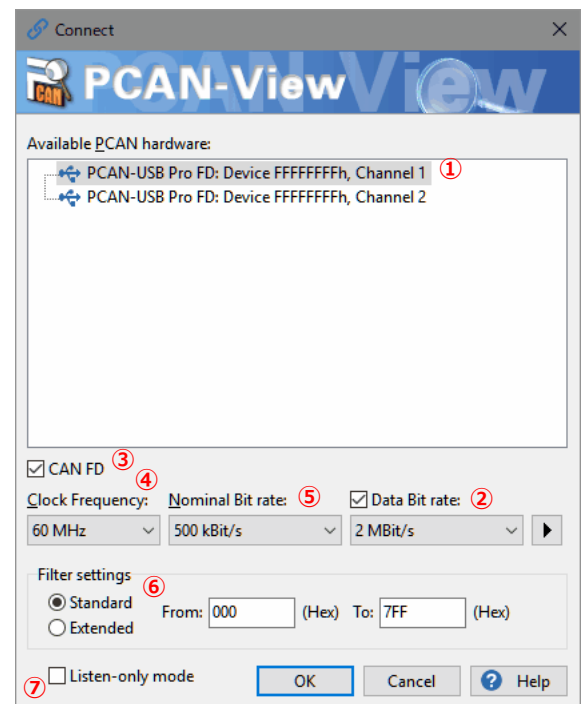
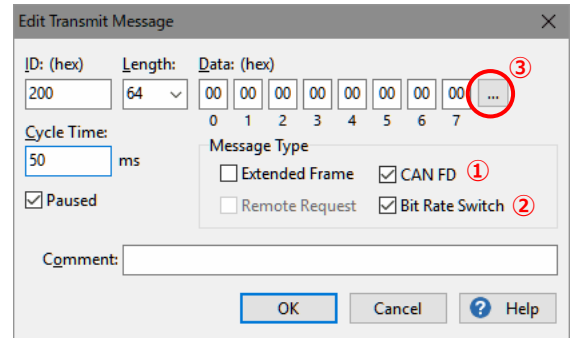
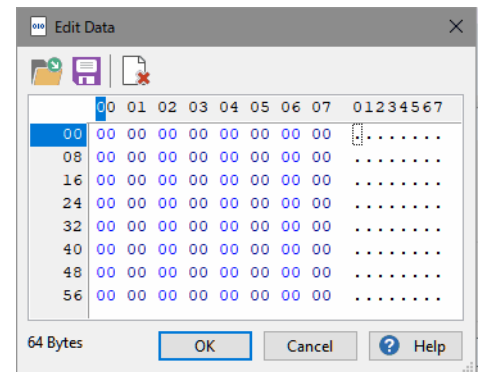

図 F-3
図 F-5
図 F-6
Available PCAN hardware に表示されているハードウェアを選択します。図 F-3① の例では、CAN1 の場合、
CAN FD のチェックボックスにチェックします (図 F-3② 参照)。
Nominal Bit rate (図 F-3③ 参照)
上記にないビットレートを設定する場合、まずは Clock Frequency を変更して探します (図 F-3④ 参照)。
Data Bit rate ボックス (図 F-3⑤ 参照)
Filter setting ボックス (図 F-3⑥ 参照)
Listen-only mode (図 F-3⑦ 参照)
CAN FD メッセージを作成する場合は、**CAN FD** チェックボックスにチェックします (図 F-5① 参照)。
データを設定された Data Bit rate (例. 2 MBit/s) で送信するには、**Bit Rate Switch** にチェックします (図 F-5② 参照)。
8 バイト以上のデータは、Data: (hex) 横の ... ボタン (図 F-5③ 参照) を押し、表示された Edit Data ウィンドウで設定します (図 F-6 参照)。
図 F-3 の設定において、CAN FD にチェック、Bit Rate Switch にチェックなしの場合、アービトレーションフェーズもデータフェーズも、500 kBit/s のスピードとなります。データフェーズを Data Bit rate で設定された 2 MBit/s にするには、Bit Rate Switch にチェックします (図 F-5 の② 参照)。
図 F-5 は、CAN-ID: 200、データ長: 64 バイト、データ: すべて 00、周期: 50ms のメッセージの例です。Paused にチェックすると、Cycle Time のボタンで送信開始を行うことができます。周期送信ではなく、ワンショット送信のみの場合は、Cycle Time を 0 にします (この場合、Paused は影響しません)。